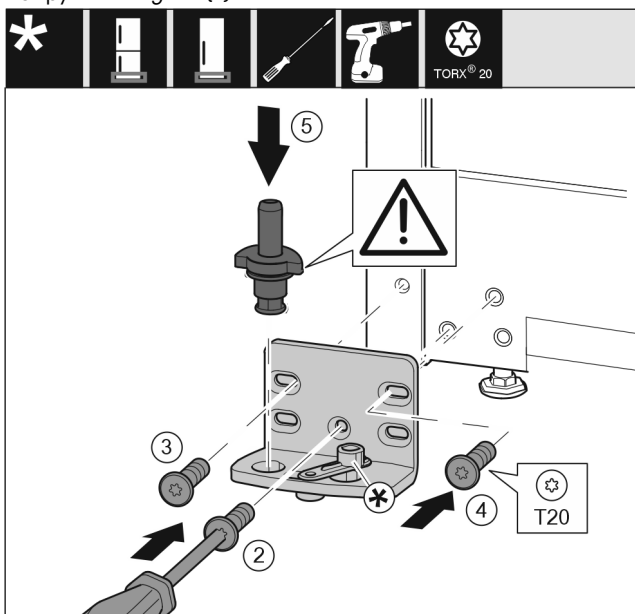

Fig. 13
- ▶ Встановіть опорний кронштейн з іншого боку і закріпіть гвинтами за допомогою викрутки T20. Почніть із гвинта 2 знизу посередині. Fig. 13 (2)
- ▶ Закрутіть гвинти 3 та 4. Fig. 13 (3,4)
- ▶ Вставте цілком опорний гвинт. При цьому виступ фіксатора повинен бути спрямований назад. Fig. 13 (5)